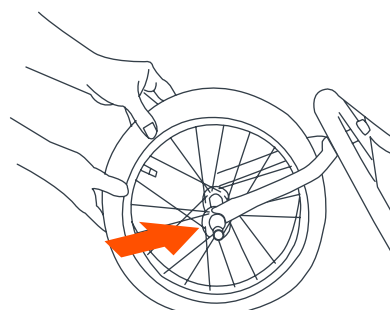

Fig. 2
2) Faites glisser la roue avant sur les fourches avant (Fig. 2).